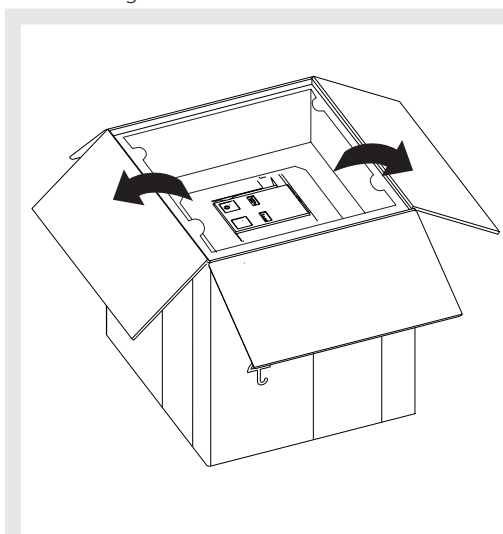
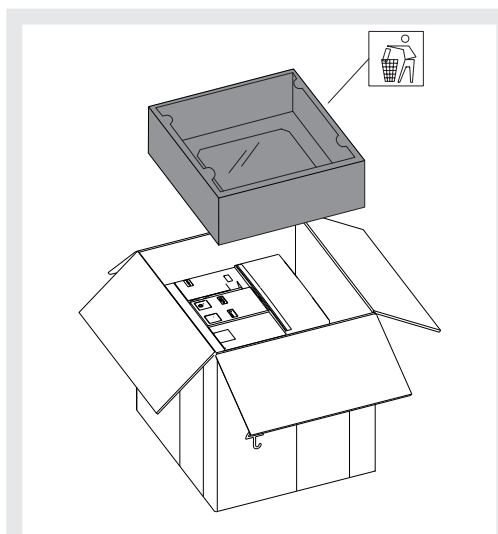

Figure 7
Figure 8
2. Ouvrir la partie supérieure du carton d'emballage et enlever la protection supérieure. Voir Figure 7 et Figure 8.